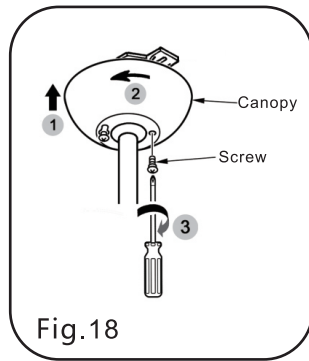

Fig.18
Paso 2. Deslice la cubierta hacia el soporte para colgar y colocar el ojo de la cerradura en la copa sobre el tornillo en el soporte colgante, de vuelta a la cubierta hasta que encaje en su lugar en la parte más estrecha de los agujeros. (Fig.18)